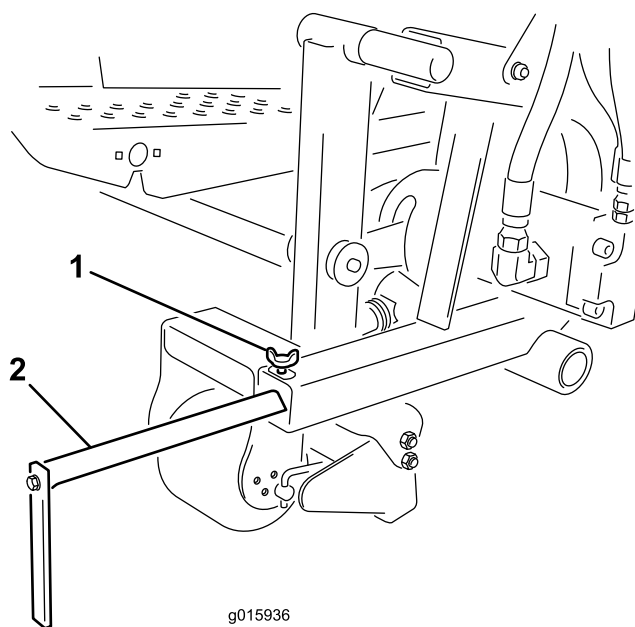

Figura 18
Desaperte o parafuso de ajuste e mova o guia de alinhamento para a posição desejada (Figura 18).
1. Desaperte o parafuso e ajuste o guia de alinhamento para antes ou depois da posição desejada (Figura 18).